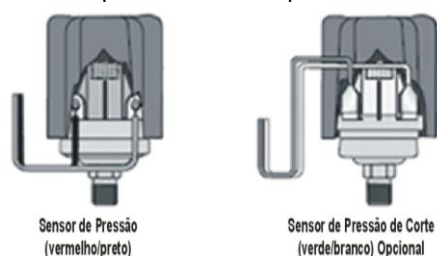

Figura 4
- Remova a tampa de borracha (figura 4);
- Cubra os terminais do sensor de pressão com a capa de borracha fornecida (figura 4).